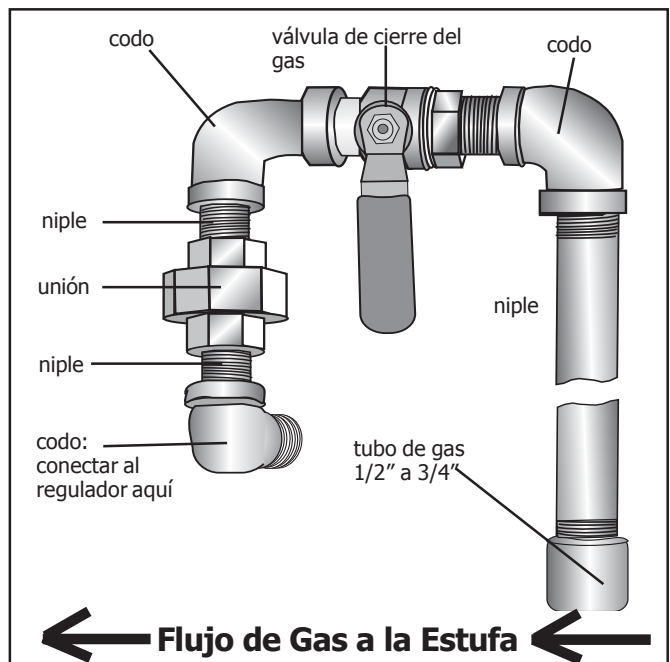
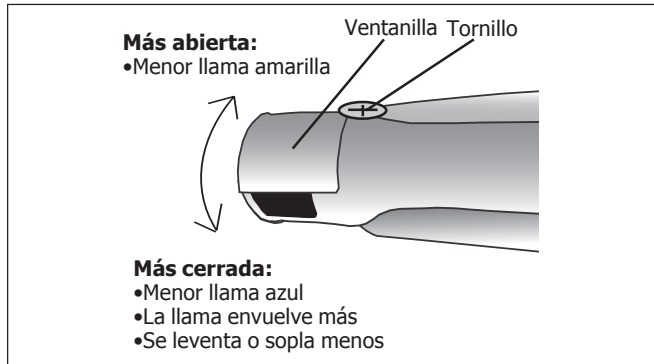

Figura 6: Método con Tubo Rígido
Figura 8
**Método con Tubo Rígido (vea Figura 6, esta página)**
La configuración de la conexión con tubo rígido varía dependiendo del lugar del extremo del tubo de gas. Consulte la Figura 6 para detalles.
**Probar la llama del quemador para hornear.** Con el quemador encendido, inspeccione la llama. Vea la Figura 6 para las características apropiadas de la llama. Cuando la llama se quema casi completamente amarillo, ajuste la ventanilla de ventilación. Vea la Figura 8 (sig. página) para los detalles.
**Probar la llama del quemador para asar.** Con el quemador encendido, inspeccione la llama. Vea la Figura 6 para las características apropiadas de la llama. Cuando la llama se quema casi completamente amarillo, ajuste la ventanilla de ventilación. Vea la Figura 7 (sig. página) para los detalles.
La ventanilla de ventilación se encuentra en la parte trasera del quemador para asado. Está montada a la parte superior de la cavidad del horno con 7 tornillos. Quite los tornillos y jale el conjunto del quemador de asado suavemente, teniendo cuidado de no desconectar los cables eléctricos. Coloque el quemador de asado contra la pared trasera de la cavidad del horno. Afloje el tornillo y gire la ventanilla. Cierre la ventanilla cuando la llama se está levantando o soplando o cuando no envuelve bien; Abra la ventanilla si está demasiado amarilla. (Vea la Figura 8). Apriete el tornillo. Reemplace el conjunto del quemador con cuidado, alimentando todos los cables a través de la parte trasera del horno. Vuelva a insertar los 7 tornillos.